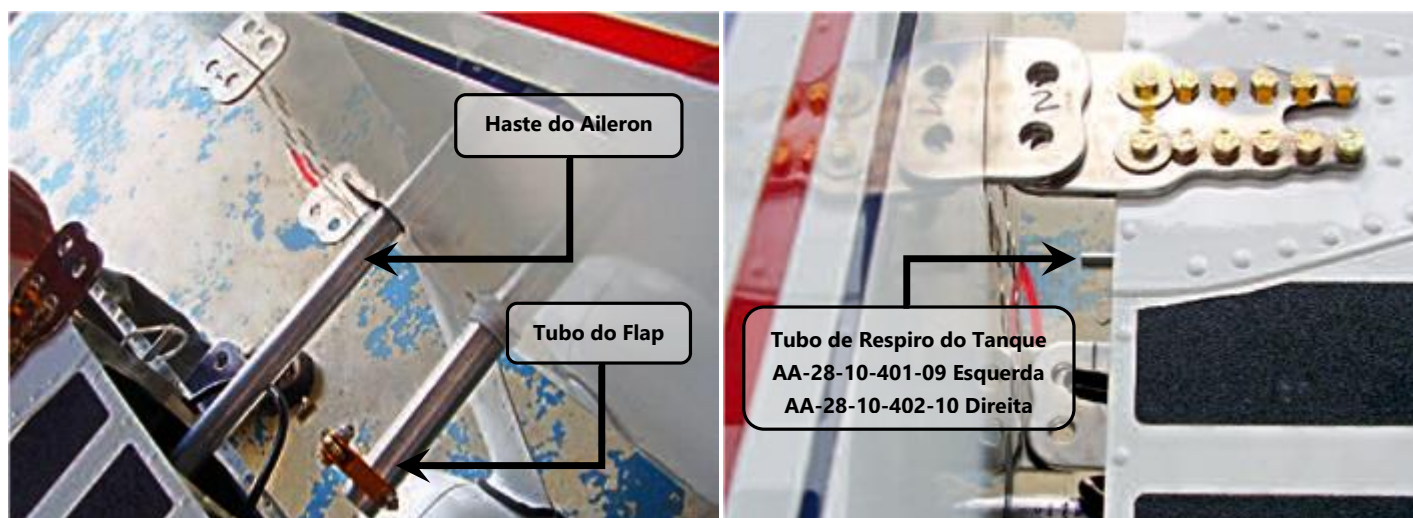

Figura 57.10.4 – Encaixe das ferragens secção central/ asa.
4. Aproximar a asa à fuselagem, ver figura 57.10.4. Sustentá-la com o auxílio de 3 (três) pessoas
- i. Haste de Tubo de comando do aileron AA-27-10-6010, ver figura 57.10.4;*
- ii. Tubo de torção do flape (instalado na fuselagem), figura 57.10.4;*
- iii. Tubo do respiro do tanque de combustível (AA-28-10-401-09 e AA-28-10-402-10) figura 57.10.4;*